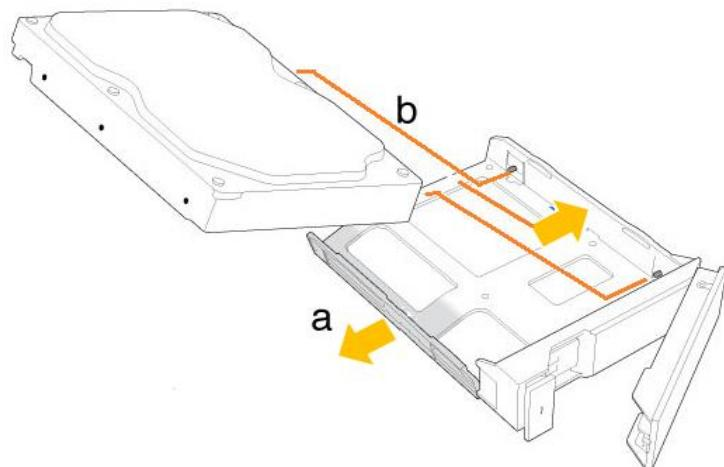

Рисунок 147 – Закрепите жесткий диск в лотке двумя штырьками
9. Для установки 3,5 дюймового жесткого диска в пустой лоток, осторожно отодвиньте левый край и закрепите жесткий диск двумя расположеннымми справа штырьками (см. Рисунок 147).